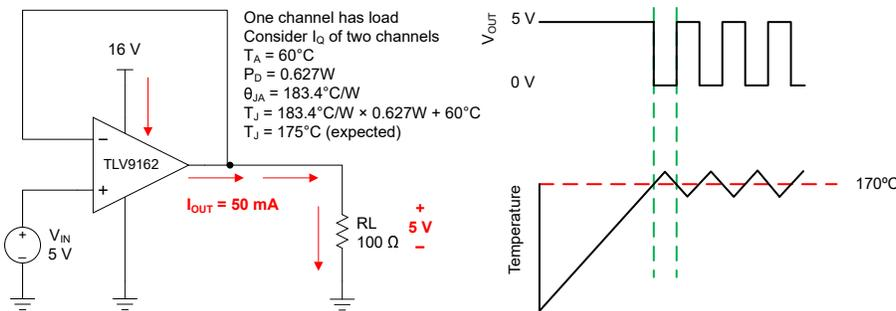

図 6-4. 過熱保護動作
あらゆるアンプは、内部消費電力によって内部（接合部）の温度が上昇します。この現象を「自己発熱」と呼びます。TLV916x の絶対最大接合部温度は 150°C です。この温度を超えると、デバイスが損傷します。TLV916x には過熱保護機能があり、自己発熱による損傷を低減できます。この保護機能はデバイスの温度を監視し、温度が 170°C を超えるとオペアンプの出力ドライブをオフにします。TLV9162 の消費電力 (0.627W) のために自己発熱が大きくなるアプリケーションの例を、図 6-4 に示します。この例では、どちらのチャンネルも静止消費電力を持ち、一方のチャンネルには大きな負荷があります。熱に関する計算から、周囲温度が 60°C の場合、デバイスの接合部温度は 175°C に達することが示されます。しかし、実際のデバイスでは出力ドライブがオフになるので、接合部の温度は安全域に回復します。過熱保護時の回路の動作を、図 6-4 に示します。通常の動作では、デバイスはバッファとして動作し、出力は 5V になります。自己発熱によりデバイスの接合部温度が内部制限値を超えた場合、過熱保護機能によって出力が強制的に高インピーダンス状態になり、出力は抵抗 R_L によってグランドにプルダウンされます。過剰な消費電力を引き起こした条件が解消されない場合、出力の障害が修正されるまで、アンプはシャットダウン状態とイネーブル状態をいったりきたりします。熱性能は、選択したパッケージと PCB レイアウト設計によって大きく異なる場合があることに注意してください。この例では、TSSOP (8) パッケージの熱性能を使用しています。